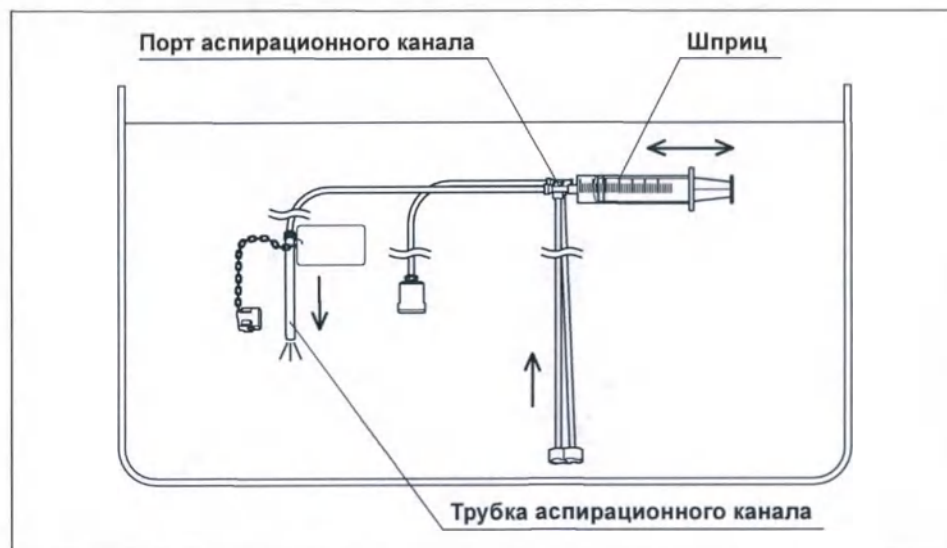

Рисунок 6.16
- 2** Полностью погрузив шприц и инъекционную трубку в воду, медленно оттяните поршень шприца, чтобы заполнить шприц водой. Затем надавите на поршень, чтобы промыть аспирационный канал инъекционной трубки 30 миллилитрами воды. (См. рис. 6.16)